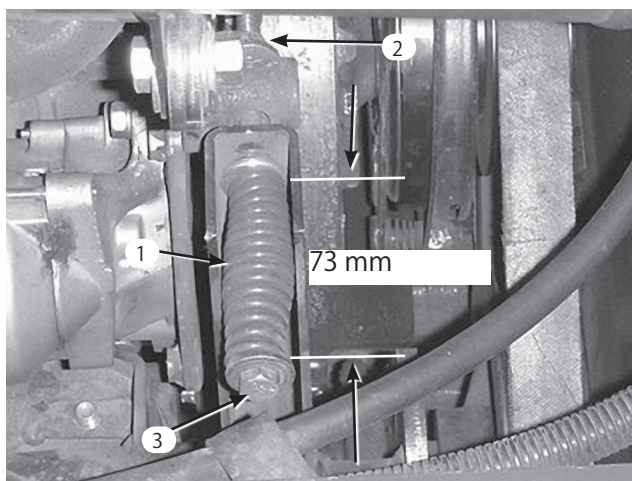

図52
2. テンション・ロッドのジャムナット (図52) をゆるめる。
3. テンション・スプリングの調整には1/2 インチ・レンチを使う (図52)。テンション・スプリングの長さを 73 mm に調整する。
3. 1/2 インチ・レンチを使ってテンション・スプリング (図52) を完全にゆるめる。
5. 新しいベルトを取り付け、レンチでスプリングの長さを 73 mm に調整する (図52)。
6. ジャムナット (図52) を締めてフードを閉める。